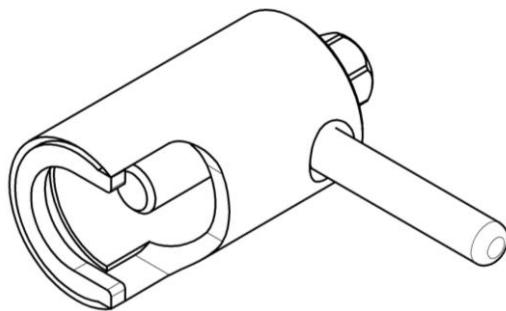

Рис. 3. Съемник крыльчатки.
6. Снять крыльчатку при помощи специального съемника (Рис.3)